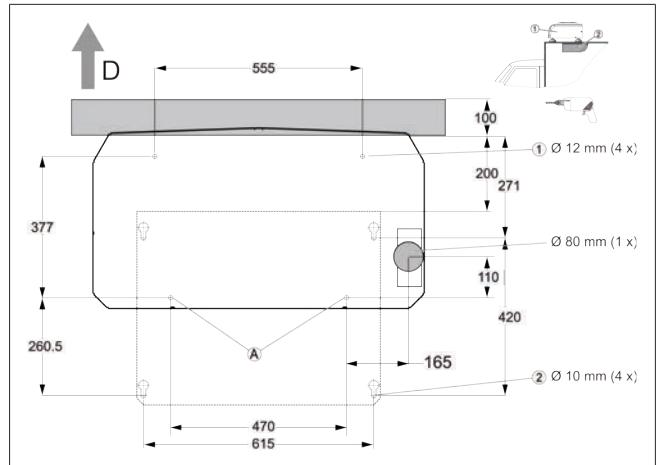

Abb. 6
2. Bohrungen entsprechend Abb. 6 anbringen.